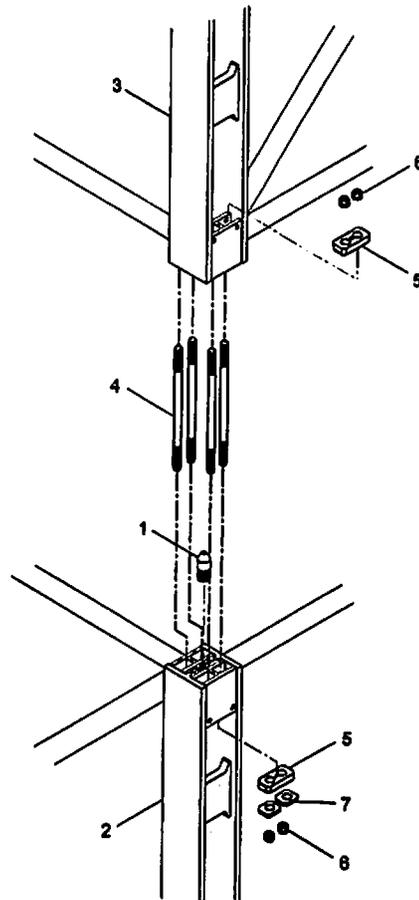

Abb. 2.2.4
Den Darstellungen der Abbildung 2.2.4 folgen und den Zentrierzapfen M24 (1) auf dem Gitter (2) einsetzen, falls er nicht bereits positioniert wurde.